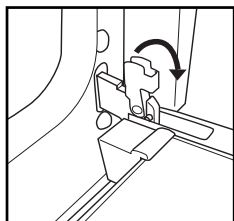

Fig. 1
2. Sollevare le levette di arresto delle cerniere in avanti fino al fermo (fig. 1).